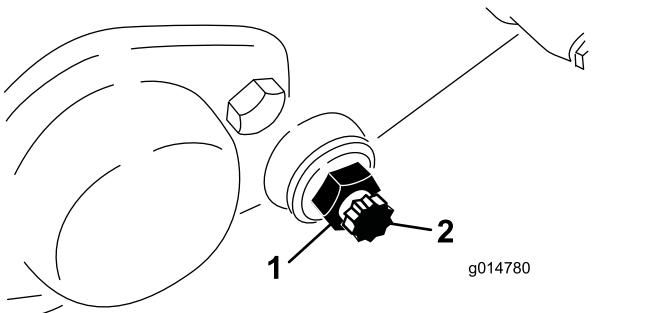

Figura 62
- Desaperte a porca de bloqueio que segura a cavilha da barra de apoio, em cada um dos lados da máquina (Figura 62).
- Remova cada uma das cavilhas da barra de apoio, de modo a permitir puxá-la e retirá-la da máquina. Guarde as duas anilhas de nylon e as duas anilhas de aço prensado de cada uma das extremidades da barra de apoio (Figura 62).